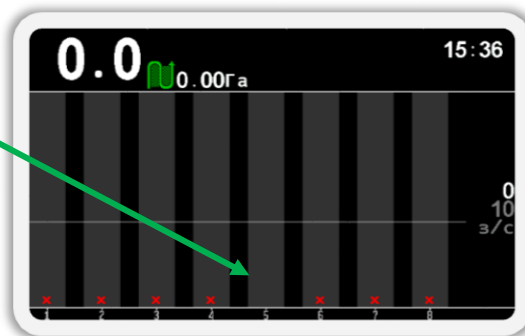

Рисунок 65
12. Убедиться, что адрес датчика изменился на требуемый. Для этого физически отключить и подключить датчик к жгуту связи (см. Рисунок 65).